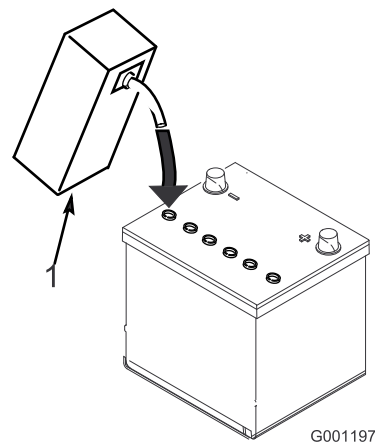

Figura 4
3. Llene cuidadosamente cada celda con electrolito hasta que las placas estén cubiertas de aproximadamente 6 mm de fluido (Figura 4).
4. Espere aproximadamente 20 – 30 minutos para que el electrolito penetre en las placas. Rellene según sea necesario para que el electrolito llegue a una distancia de aproximadamente 6 mm del fondo del hueco de llenado (Figura 4).